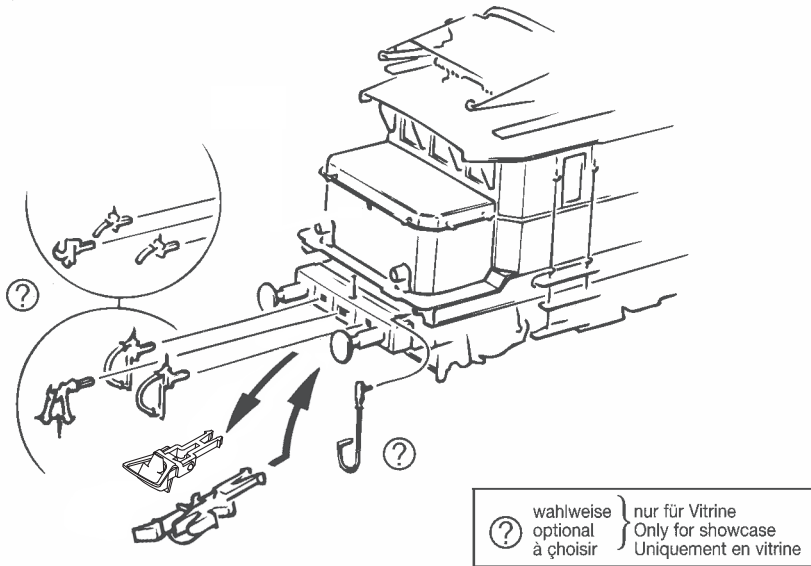

Fig. 4
**1. Reinigung der Radstromkontakte:** Radstromkontakte können auf unsauberen Schienen leicht verschmutzen. Entfernen Sie **vorsichtig** mit einem kleinen Pinsel **den Schmutz** an den in Fig. 4 gekennzeichneten Stellen.
**1. Cleaning of wheel contacts:** Wheel contacts easily get dirty on tracks which are not entirely clean. Use a small brush to **remove dirt** from spots marked in fig. 4.